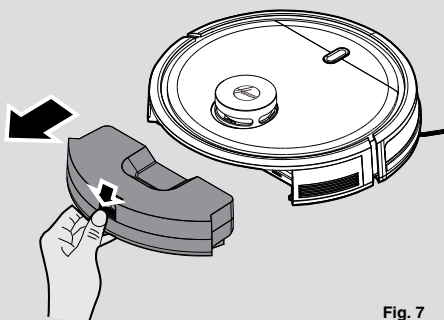

Fig. 7
2. Se for necessária manutenção extra, pressione o botão libere e retire o recipiente de pó. [Fig. 7]
1. Depois de aspirar, remova o recipiente de pó, pressione o botão de libertação e puxe-o para fora. [Fig. 7]